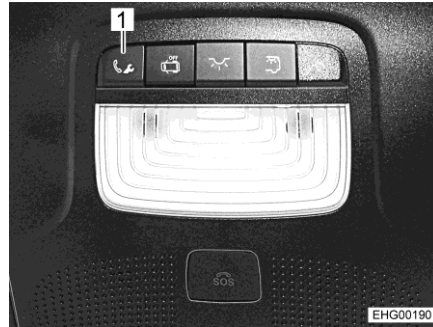

Fig. 7 Tasto per la chiamata di soccorso
- Premere il tasto (Fig. 7,1) per la chiamata di soccorso. Viene avviata una chiamata al centro di assistenza clienti di Mercedes-Benz.